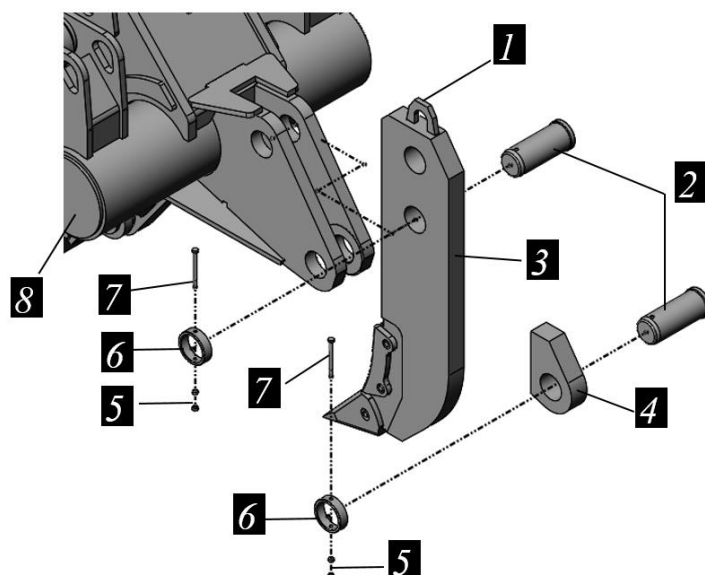

Рисунок 13.17. Нож в сборе
- Используя монтажную проушину 1, рис. 13.17, поднять нож 3 и расположить отверстие ножа соосно с отверстием на балке 8;